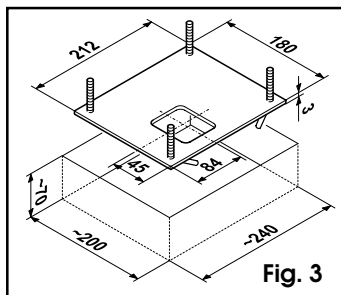
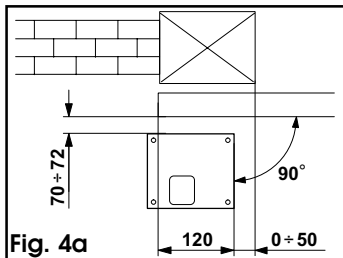

Fig. 3
Fig. 4a
1) Realizar la excavación para los cimientos como se ilustra en la fig. 3. La placa de fijación debe ubicarse exclusivamente como se indica en las fig. 4a (cierre a la derecha) o 4b (cierre a la izquierda) para garantizar que el piñón y la cremallera engranen correctamente.
2) Colocar los tubos flexibles para pasar los cables de conexión entre el motorreductor, los accesorios y la alimentación eléctrica. Los tubos flexibles deben sobresalir unos 3 cm por el agujero de la plancha (fig. 3).